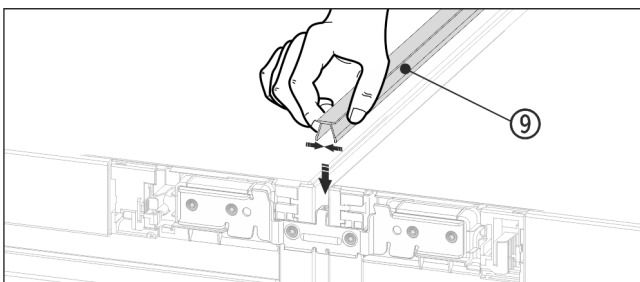

Fig. 20
- ▶ На верхней стороне вдавите в горизонтальную щель короткую декоративную планку Fig. 20 (9).